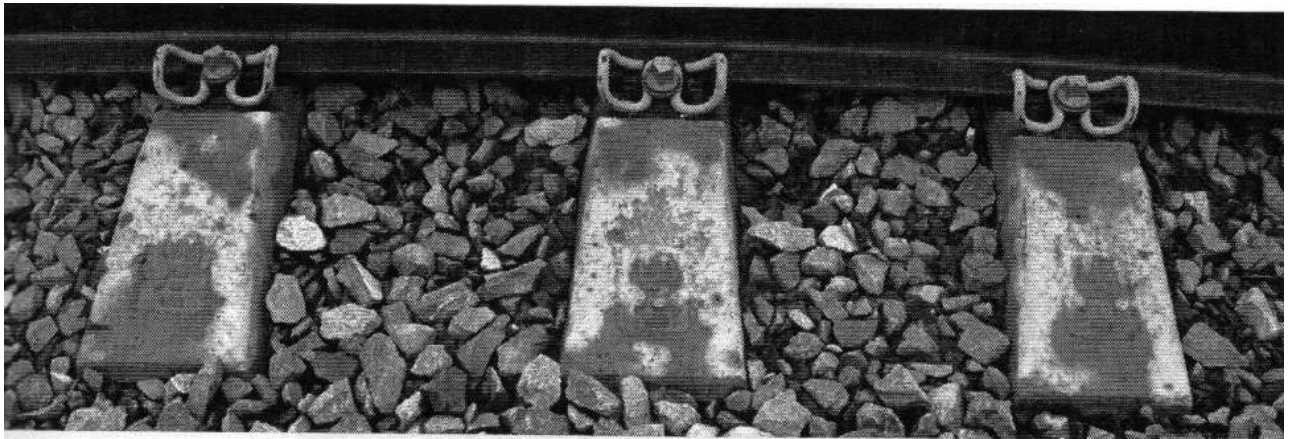

Рис. 30. Рельсовое скрепление
1. Дайте характеристику скреплению, представленному на рис. 30.